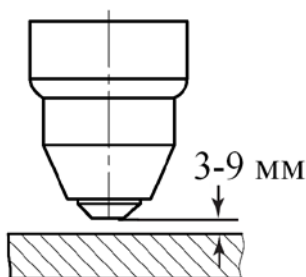

Рис. 9.3. Выбор расстояния от сопла плазмоторна до разрезаемого изделия.
- Расстояние до разрезаемого изделия (См. рис. 9.3).